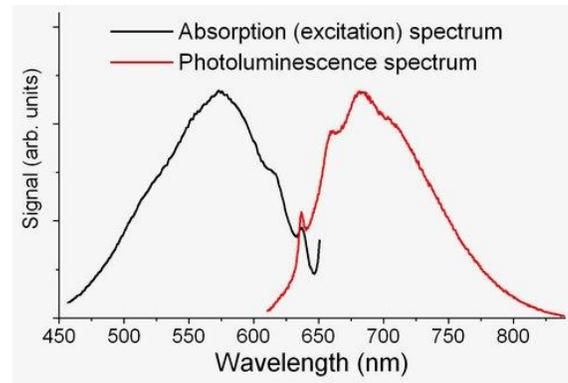

Figure 4 : Spectre d'absorption et spectre d'émission d'un centre NV (selon wikipedia)
- L'échantillon que nous avons utilisé est un dépôt de centres NV sur une plaque de silicium (Figure 4).